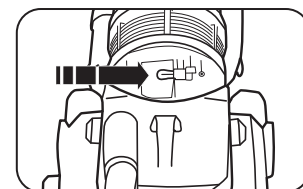

Fig. 7
3. Enlevez la lentille et remplacez l'ampoule (Fig. 7).